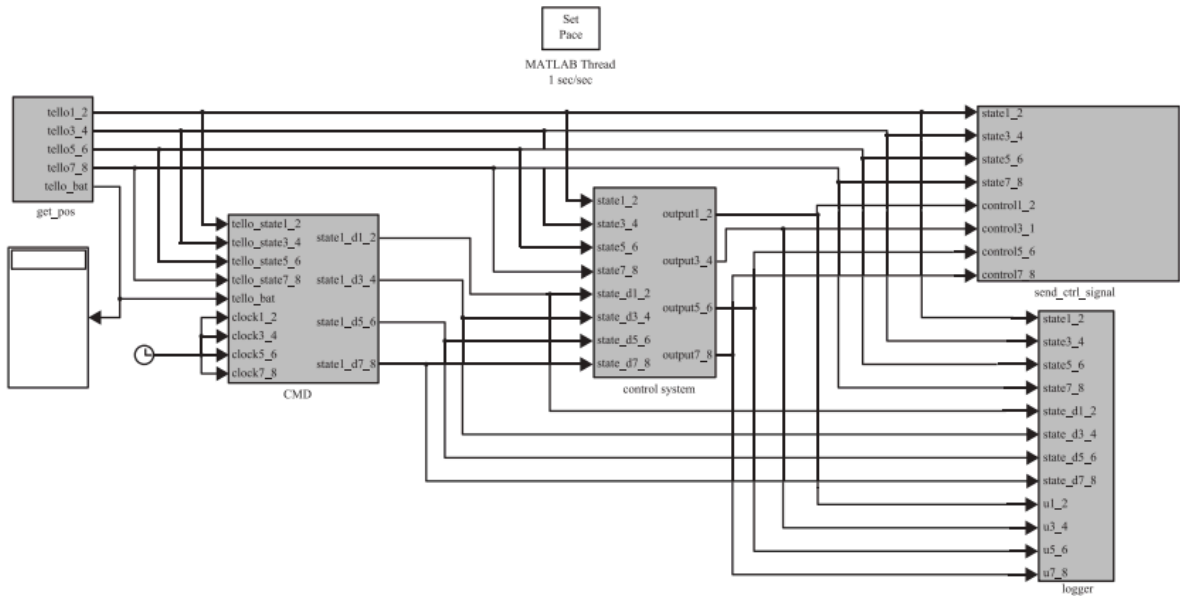
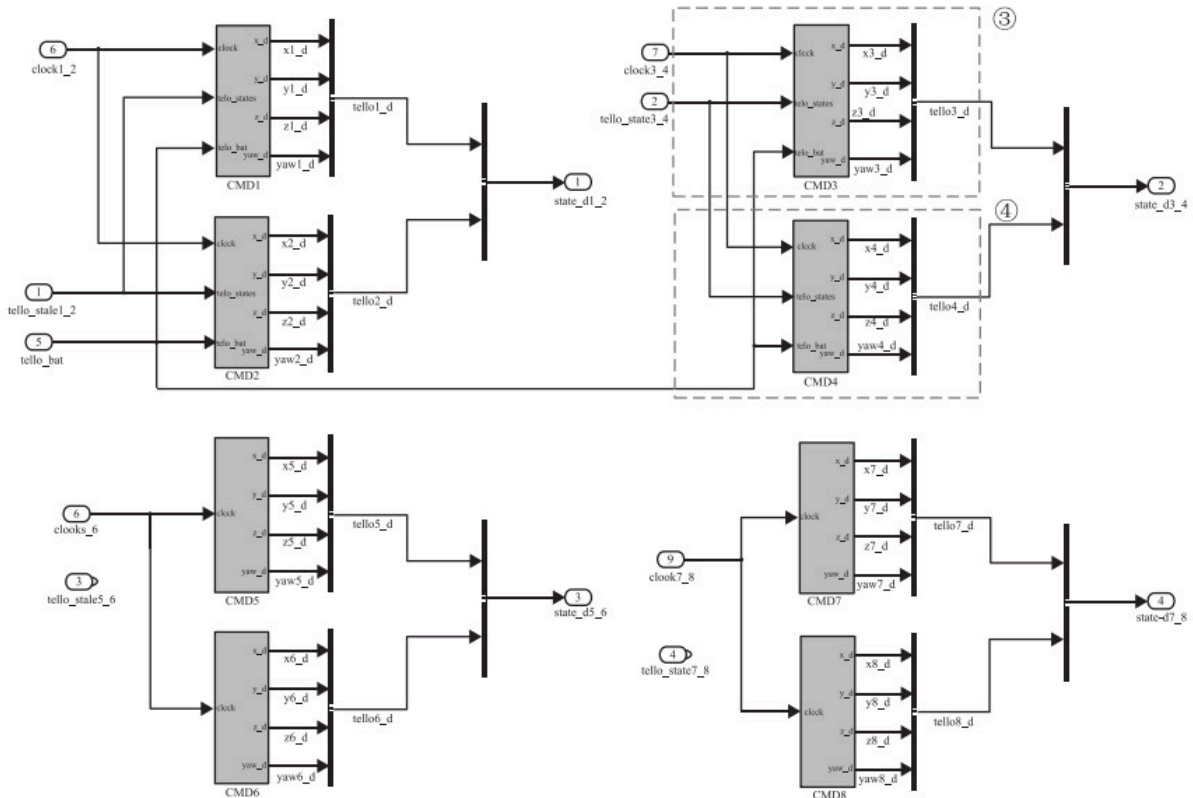
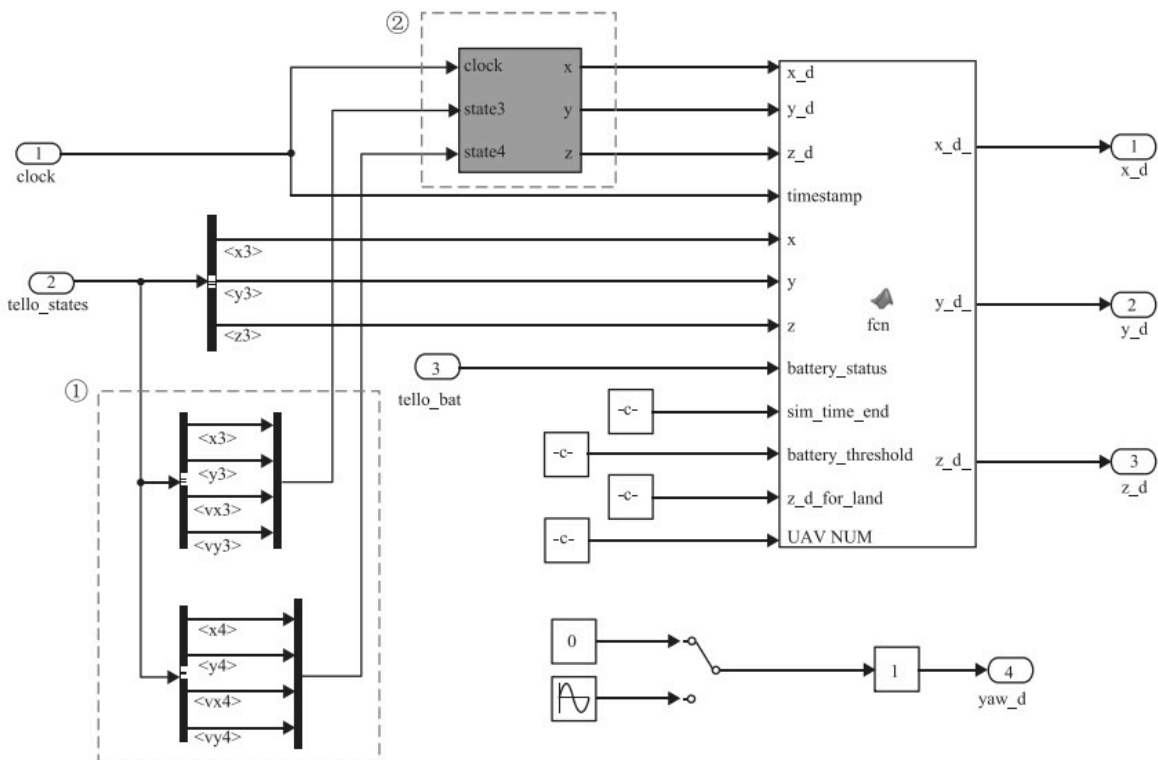

图 8.41 MATLAB 控制模型, Simulink 模型详见 “e5_4_avoidance_two.slx”
图 8.42 期望输入模块内部
图 8.43 3号多旋翼期望输入模块内部
在MATLAB中单击运行"start_tello_two.m"文件，进行初始化以及启动相应的Simulink程序"e5_4_avoidance_two_2017b.slx"文件，模型如图8.41所示。控制模型由七部分组成，每个模块具体作用可参考第2章2.3节。
本实验与其他的实飞实验不同，需要使用多架多旋翼进行实验。具体操作为：打开图 8.41 中的“CMD”模块，选择图 8.42 中的两个多旋翼期望输入模块，例如 3 号和 4 号多旋翼。点开虚线框③，得到图 8.43。根据实验原理，避障实验的避障控制器需要引入自身的速度和位置反馈以及其他多旋翼（4 号多旋翼）的速度和位置反馈，如虚线框①所示。点开虚线框②中的函数模块，可以看到双机避障核心算法，如表 8.12 所示，包括参数设置以及目标位置设置。4 号多旋翼的设置与 3 号多旋翼类似。